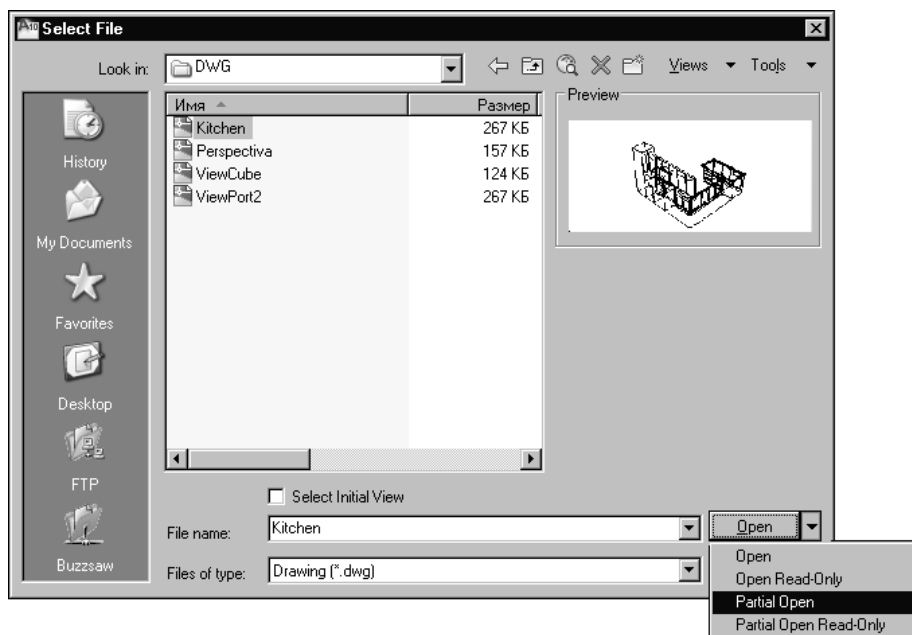

Рис. 7.15. Диалоговое окно выбора файла
1. Откройте диалоговое окно **Select File** (Выбор файла) (рис. 7.15), выбрав в меню **File | Open** (Файл | Открыть).